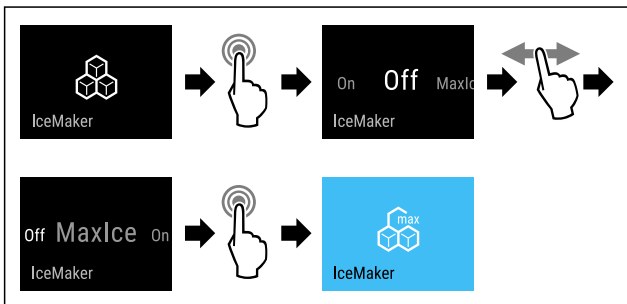

Fig. 20
- ▶ Выполните шаги действия (см. Fig. 20).